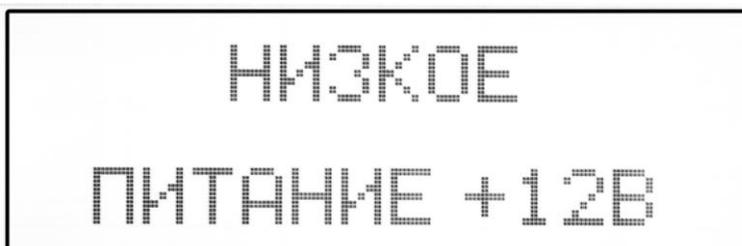

Рисунок 30
- **Низкое питание +12В** рисунок 30. Если напряжения питания падает ниже 11В, а затем восстанавливается, то ошибка пропадает. Если напряжение остается низким, система выключает БСД, а через 10 секунд самопроизвольно отключается.